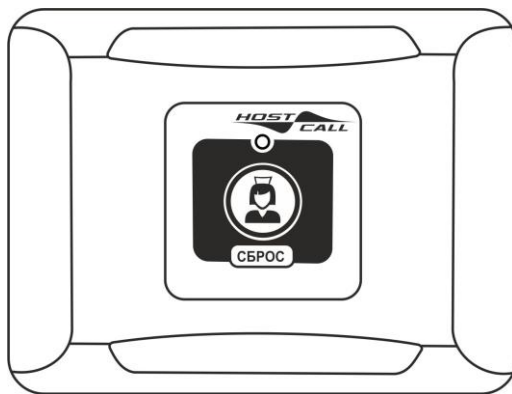

Рисунок 5.15. Цифровая радиокнопка сброса вызова МР-414W2
2. Цифровая радиокнопка сброса вызова МР-414W2 (рис.5.15).